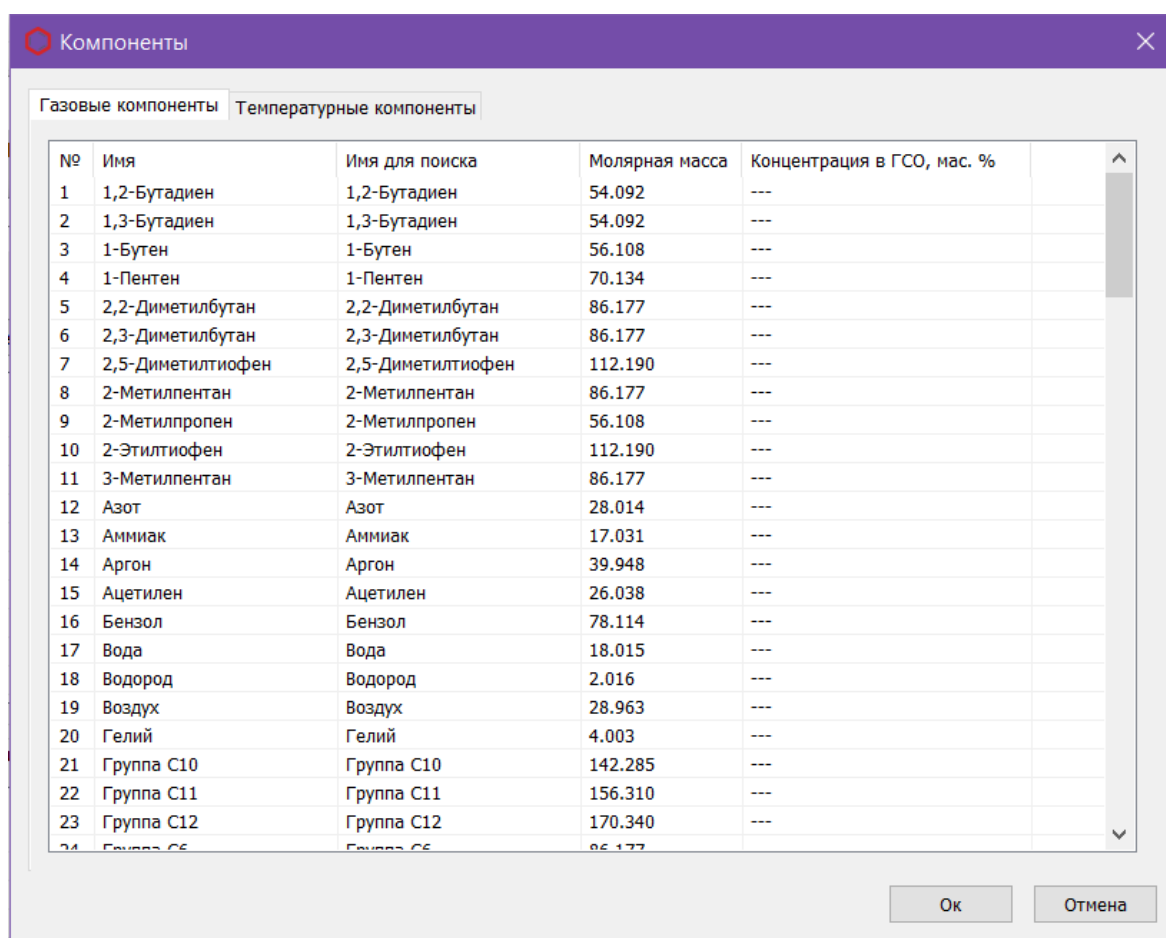

Рис. 8. Окно «Компоненты»
1. В основном окне нажмите **Компоненты**. Откроется окно *Компоненты* (Рис. 8).